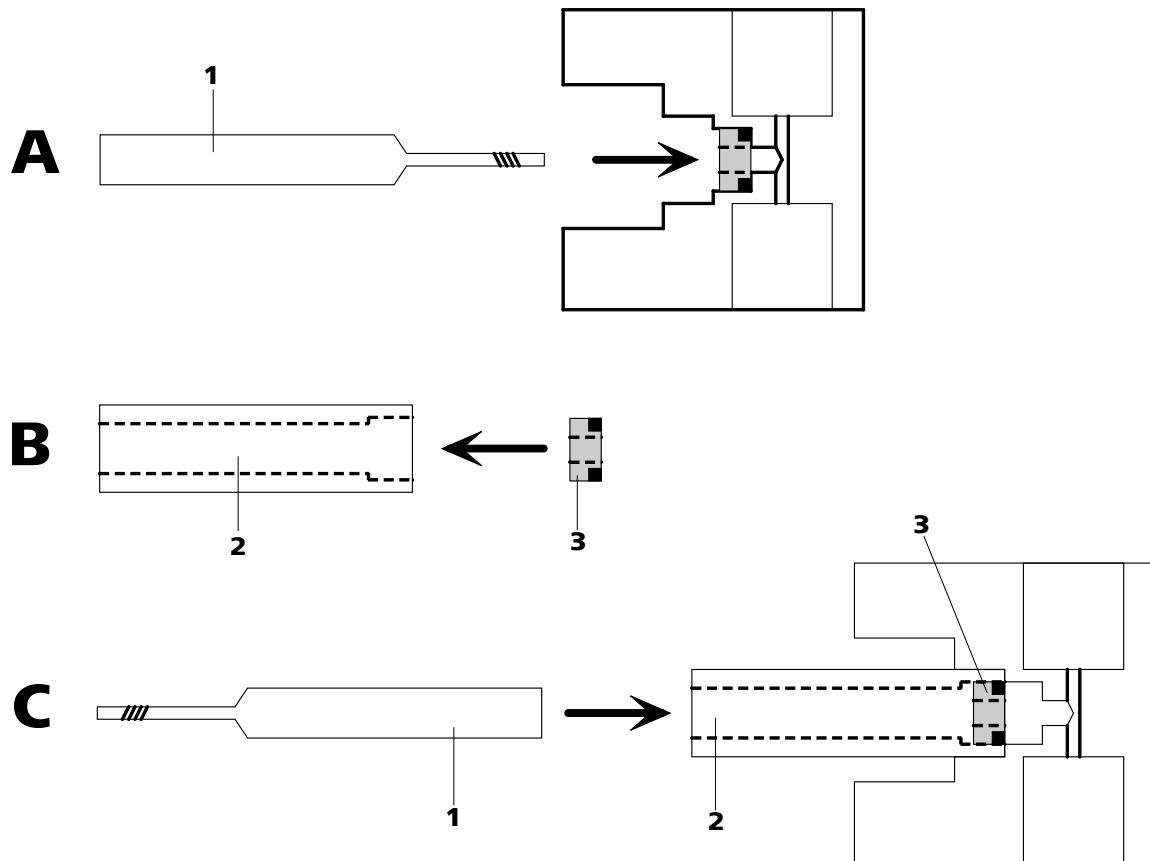

Figura 41 Sustitución de la junta de pistón
- Enrosque la herramienta especial (41-1) por el lado estrecho en la junta de pistón y extraiga esta última (véase Figura 41, página 85).
- Inserte con la mano la nueva junta de pistón en la cavidad de la herramienta especial (41-2) (véase Figura 41, página 85). El resorte de junta debe encontrarse en el lado exterior.
- Introduzca la herramienta especial (41-2) con la junta de pistón en el cabezal de bomba (21-4) y empuje la junta con la herramienta especial (41-1) al interior de la cavidad del cabezal de bomba (véase Figura 41, página 85).